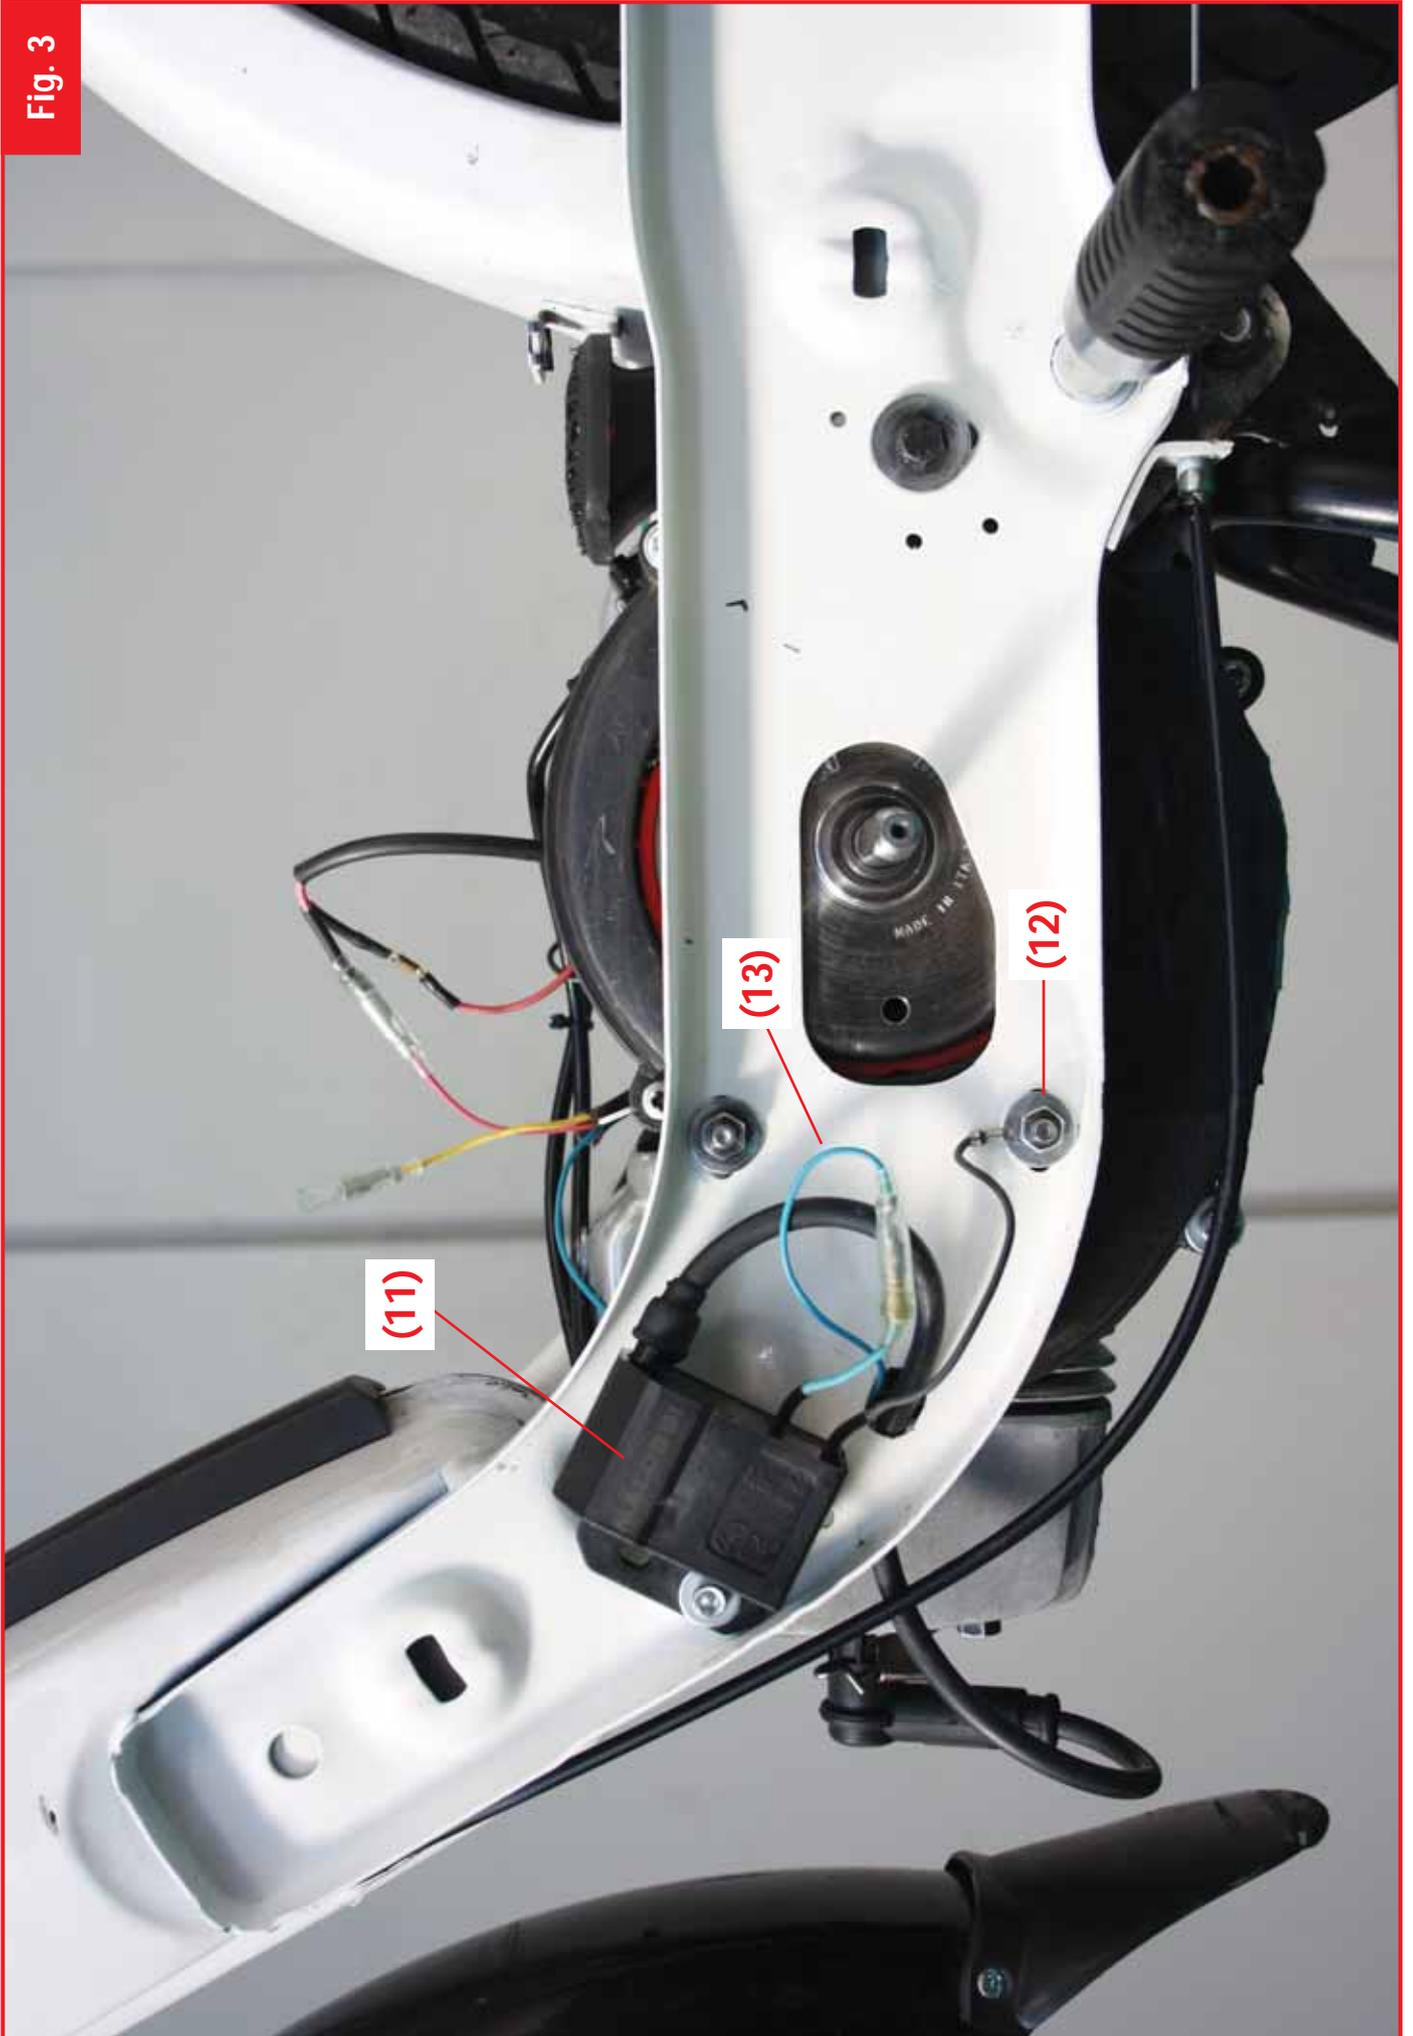

Fig. 4
- Posizionare il regolatore come indicato in figura (**14**), collegando a massa il cavo nero (**Fig. 4**).
- Inserire il connettore del cablaggio Malossi nel regolatore (**15**), connettendo le altre due estremità al cavo rosso dello statore (**16**) e al cavo rosso dell'impianto elettrico originale (**17**) isolandolo (**Fig. 4**).
- Place the regulator as shown in the photo (**14**), connecting the black wire to the ground (**Fig. 4**).
- Insert the connector of the Malossi wiring to the regulator (**15**), connecting the other two ends to the red cable of the stator (**16**) and to the red cable of the original wiring (**17**), isolating it (**Fig. 4**).
- Positionnez le régulateur comme indiqué dans la photo (**14**), en reliant le câble noir à la masse (**Fig. 4**).
- Insérez le connecteur du câblage Malossi au régulateur (**15**), en connectant les autres deux extrémités au câble rouge du stator (**16**) et au câble rouge du câble d'origine (**17**) en le isolant (**Fig. 4**).